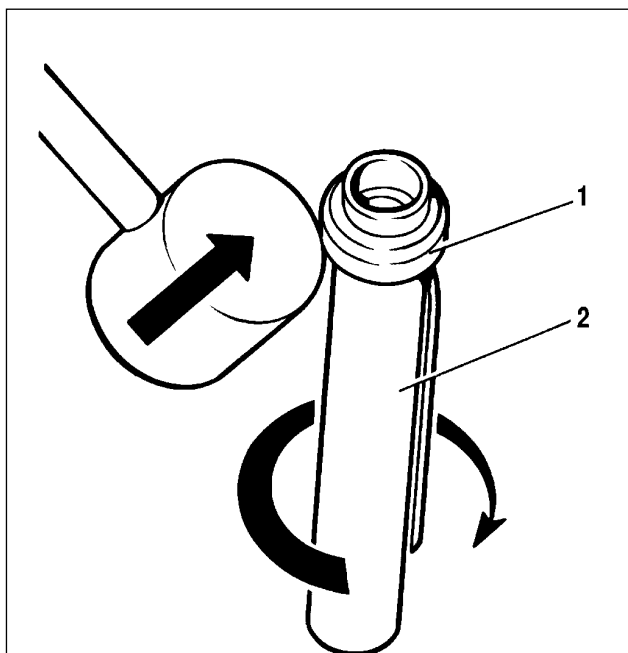

Abb. 4-12. Abnehmen der Kolbenstangenführungsbuchse:
- die Führungsbuchse (Abb. 4-12) mit einem Kupferhammer austreiben; es ist dabei darauf zu achten, daß das Innenrohr nicht beschädigt wird;